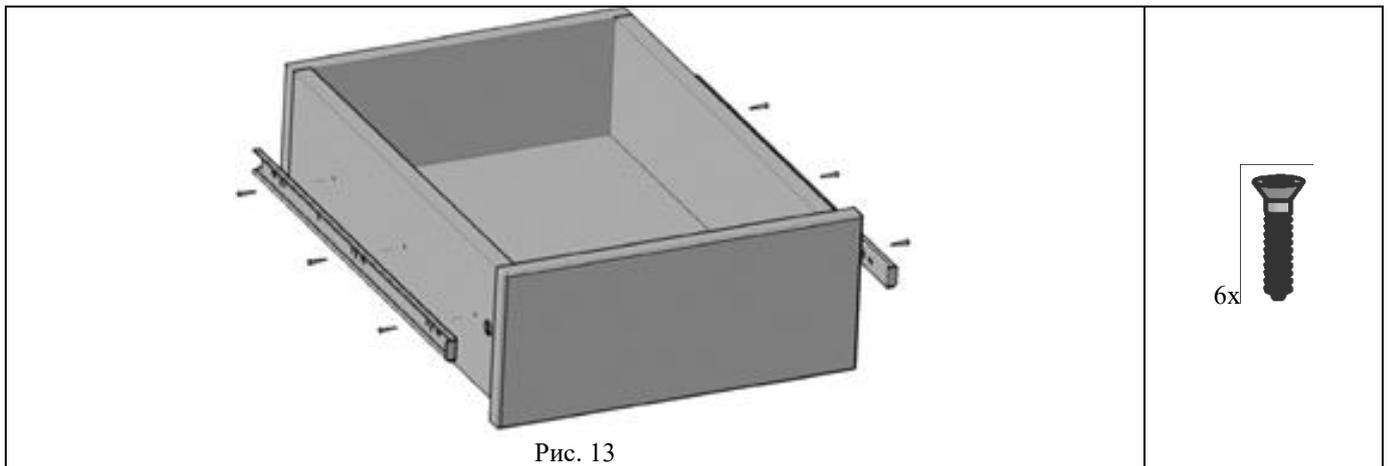

Рис. 13
4.2.6. К боковинам ящика прикрутить снятые части направляющих при помощи саморезов с потайной головкой 4x16мм (поз.1, пакет № 228), предварительно совместив отверстия на направляющей с отверстиями в боковине ящика (см. рис. 13, 13а).
Рис.13а